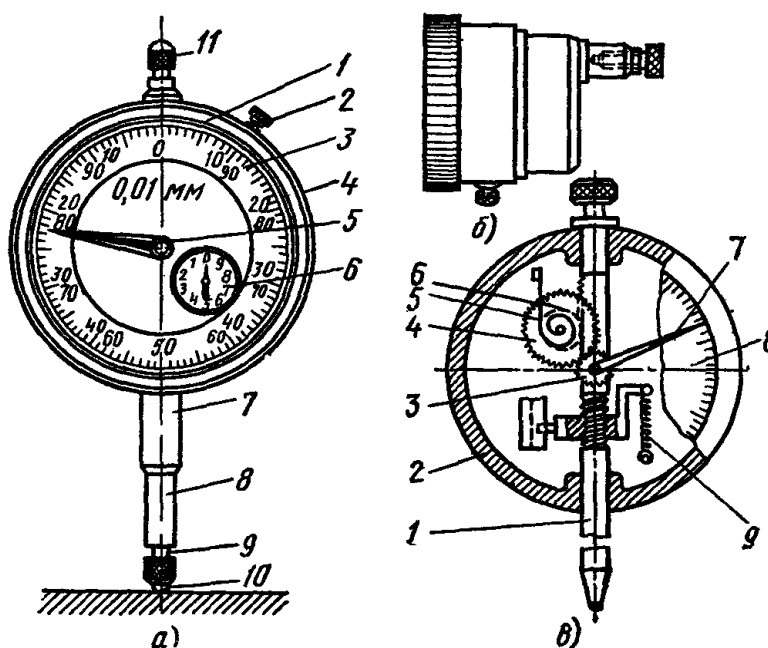

Рис. 24. Индикатор ИЧ:
1. Ознакомиться с конструкцией индикатора ИЧ (рис.24, а).
2. Схема индикатора дана на рис. 24, в: 1 – измерительный стержень с зубьями на одной стороне, 2 – корпус индикатора, 3 – малое зубчатое колесо на одной оси со стрелкой, 4 – большое зубчатое ведущее колесо относительно зубчатого колеса 3, 5 – пружинка, 6 – малое зубчатое колесо (ведущее), сидящее на одной оси с зубчатым колесом 4 и находящееся в зацеплении с зубьями рейки стержня 1, 7 – стрелка, 8 – циферблат; 9 – пружина.
3. Шкала индикатора дана на рис. 24, а: циферблат 3 индикатора разделен на 100 равных частей. Цена каждого деления 0,01 мм.
Маленький циферблат 6 (рис. 24, б) с делениями для отсчета полных оборотов. За один полный оборот стрелка передвигается на одно деление, равное 1 мм.
1. При любом измерении нужно установить индикатор в начальное положение (рис. 24).
2. Циферблат 3 (рис. 24,а) повернуть за рифленый ободок 4 или повернуть головку 11 (при неподвижном циферблате), установить ободок относительно стрелки, зафиксировать стопором 2.
4. Заметить начальное положение стрелки 5 (см. рис. 24, а) и указателя 6 на циферблате. Отсчет вести от этого показания, как от начального.
Целые числа миллиметров отсчитывать стрелкой 6 (см. рис. 24, *а*), сотые доли миллиметра отсчитывать по большой шкале 3.